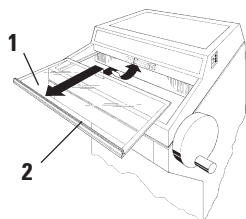

Fig. 30
- Levante ligeiramente a janela deslizante quando estiver fechada e segurando-a pela alça e puxe-a para a frente (Fig. 30) - ver “9.3.6 Troca da lâmpada”.